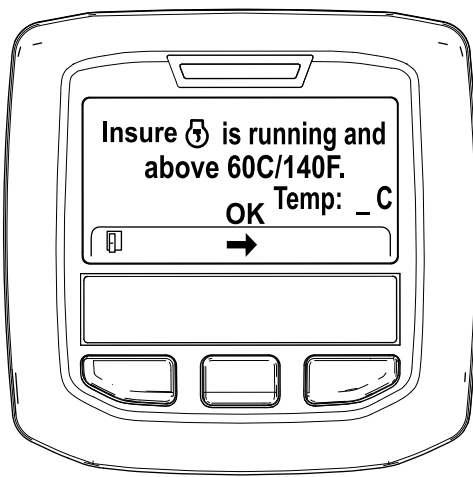

Figure 46
5. Si la température du liquide de refroidissement est inférieure à 60 °C, le message « Insure  is running and above 60C/140F » (vérifier que \*\*\* fonctionne et est supérieure à 60 °C/140 °F) s'affiche (Figure 46).